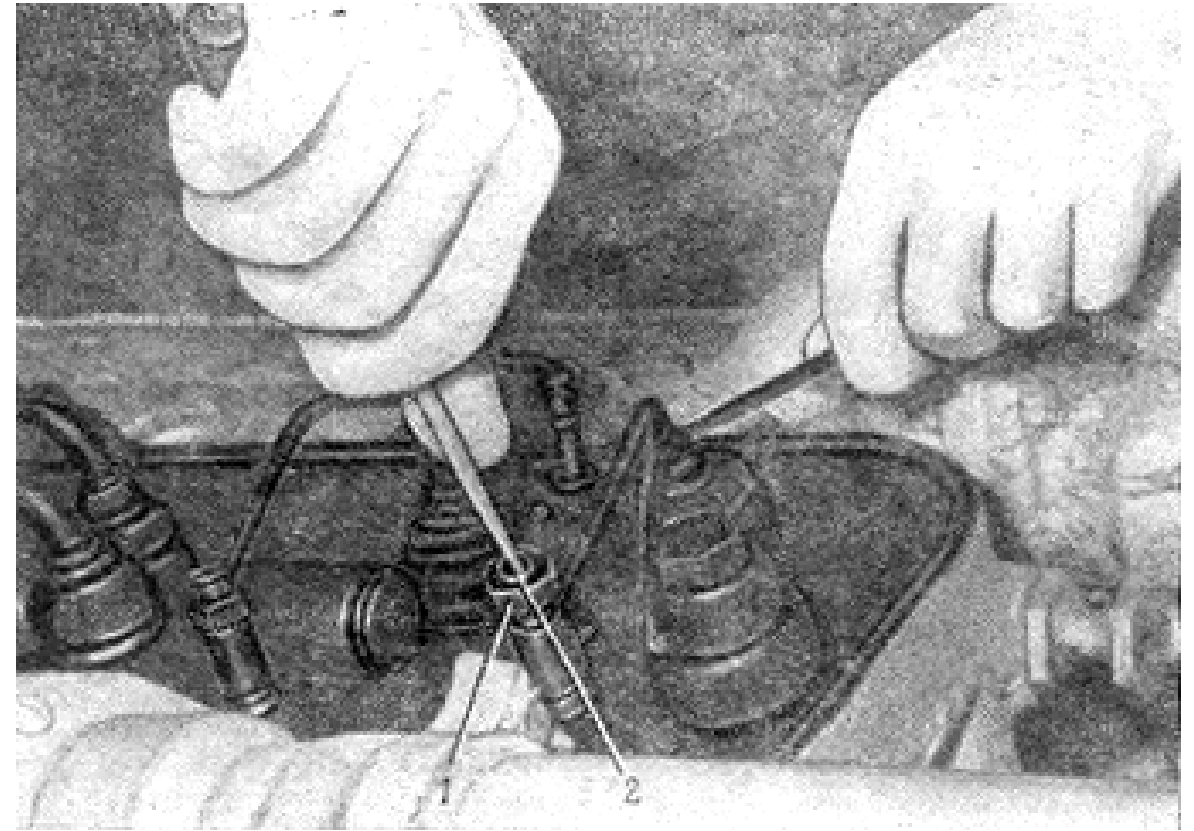

Рис. 15. Регулировка зазоров клапанного механизма транспортера-тягача МТ-ЛБ:
9. Для регулирования зазоров — ослабить контргайку 1 (рис. 15) регулировочного винта 2, вставить в зазор щуп и, вращая винт отверткой, установить зазор 0,25—0,3 мм.